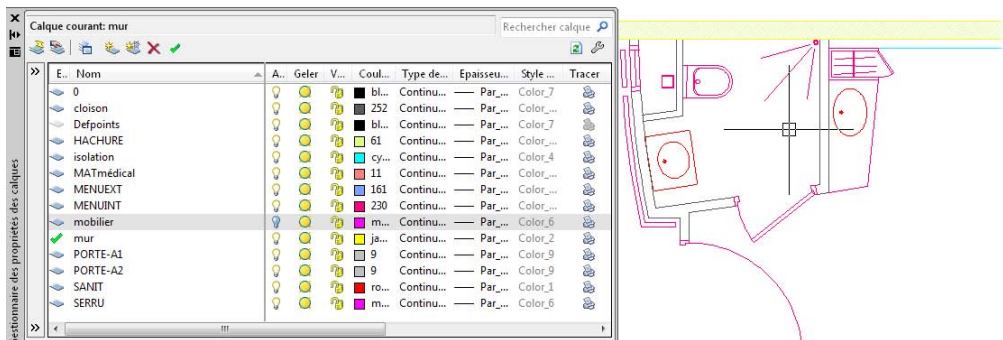

Figure 4.43
1. Ouvrez le gestionnaire de propriétés des calques et cliquez sur l'ampoule du calque « mobilier ». Vous obtenez immédiatement l'effet de cette manipulation sur le dessin (voir Figure 4.43). Le mobilier de la cellule disparaît du plan.